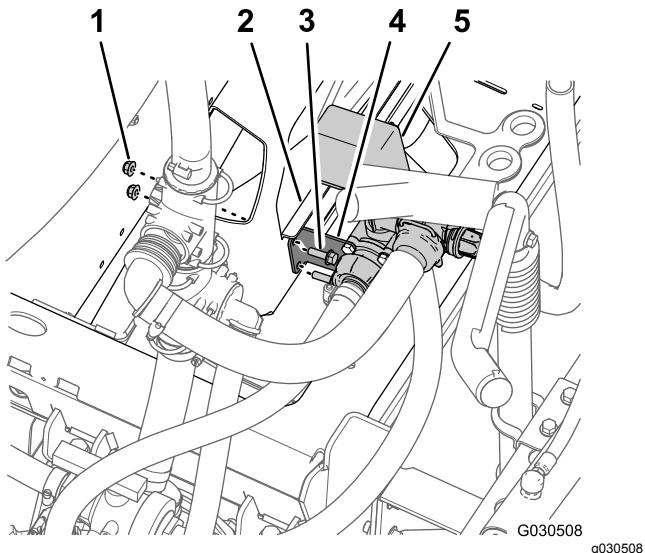

Figura 68
7. Retire las 2 contratuerca con arandela prensada (5/16") y los 2 pernos con arandela prensada (5/16" x 1") que sujetan el soporte de sujeción de la válvula de agitación al bastidor del distribuidor (Figura 68).